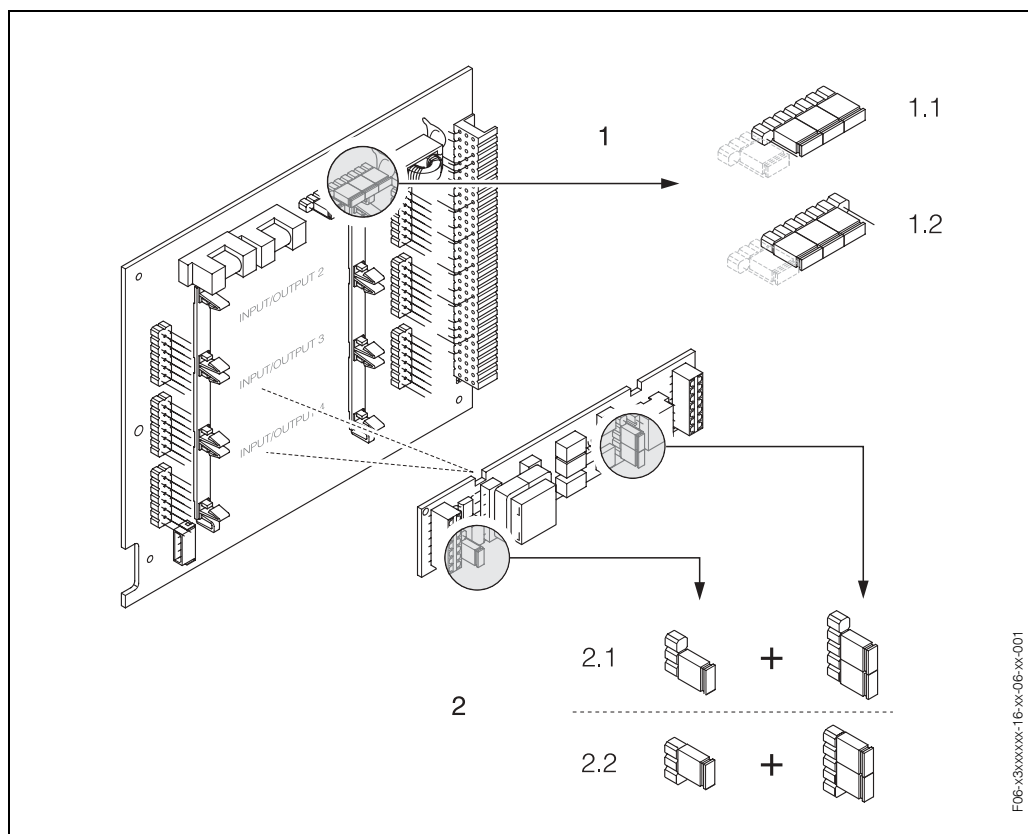

Рис. 57: Конфигурирование токовых выходов с помощью перемычек (плата I/O)
3. Установить перемычки согласно Рис. 57.
- Опасность разрушения измерительного прибора. Установить перемычки точно в соответствии с Рис. 57. Неправильная установка перемычек приведет к перегрузке по току, что может разрушить измерительный прибор или внешние устройства, подключенные к нему.